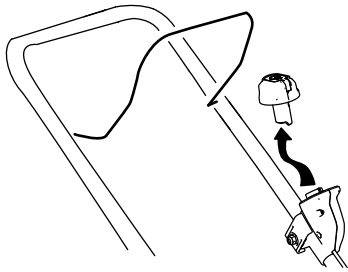

Figura 13
1. Retire el botón de arranque eléctrico (Figura 13).